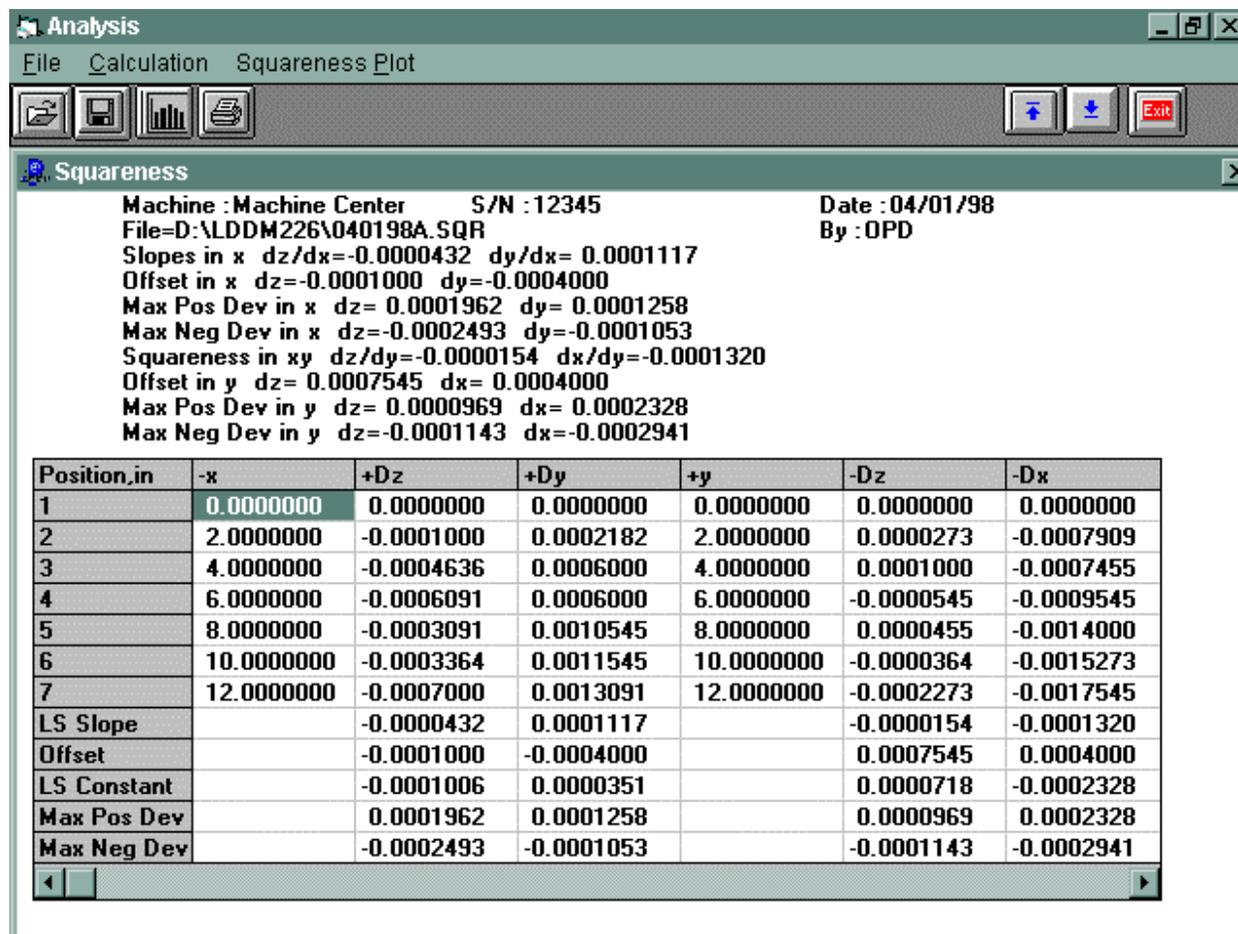

Fig. 7-5 Tabella dei Dati della misura di Squareness (fuori squadra)
7.4 Analysis Dati di Squareness (Fig. 7-5, 7-6)